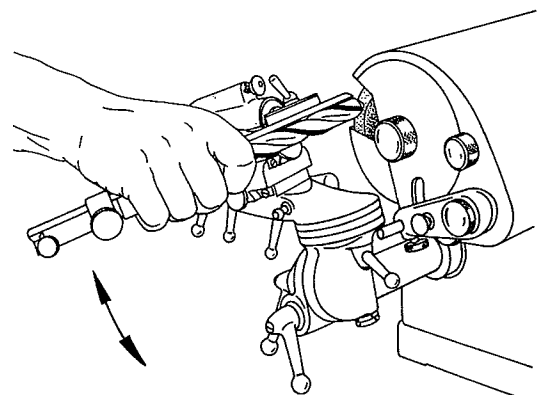

Abb. 3
8. Spiralbohrer-Schleifeinrichtung nach oben schwenken. Mit Feinstellschraube F zustellen bis Bohrerschneide von Schleifscheibe berührt wird. Erste Schneide durch Schwenken der Schleifeinrichtung nach unten schleifen (Abb. 3). Je nach Bedarf Zustellung und Schliff wiederholen.